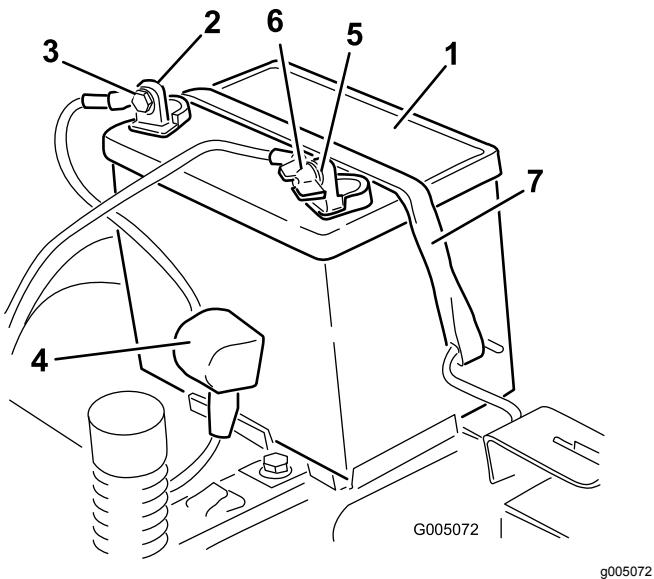

Figura 37
4. Desconecte el cable negativo de tierra (negro) del borne de la batería (Figura 37).
- 6. Desconecte el cable positivo (rojo) del borne de la batería (Figura 37).
7. Retire la correa de sujeción de la batería y levante la batería para retirarla de su bandeja (Figura 37).
1. Coloque la batería en la bandeja (Figura 37).
5. Fije la batería con la correa de sujeción (Figura 37).